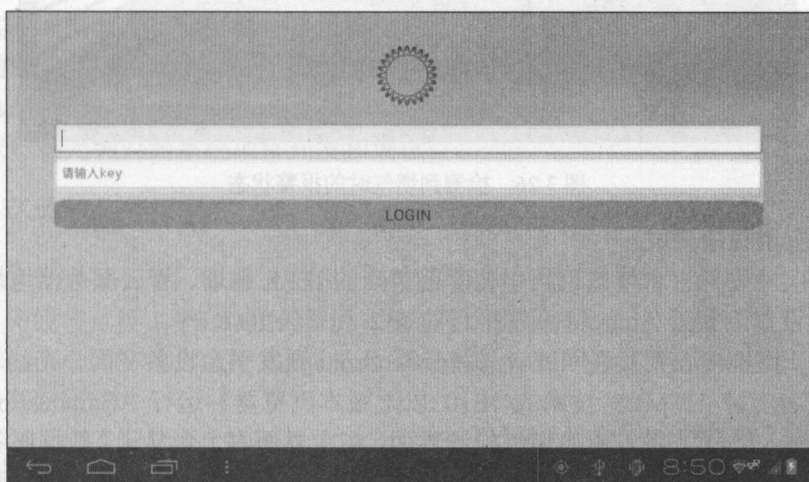

图 3.24 厨房燃气检测系统登录界面
- (1) 根据实际硬件平台修改代码中传感器节点的 IEEE 地址及智云 ID/KEY。
- (2) 编译 CombustibleDemo 工程，并安装应用程序到 Android 开发平台或 Android 终端内。
- (3) 设置 Android 终端设备接入到互联网或者与智云 Android 开发平台设备在同一个局域网内。进入 ID/KEY 登录界面，输入设置好的 ID，单击自动显示 KEY 按钮，在 KEY 的 EditText 中显示出设置好的 key，单击 LOGIN 按钮进入可燃气体实时数据显示界面，并显示出“登录成功”，如图 3.24 所示。